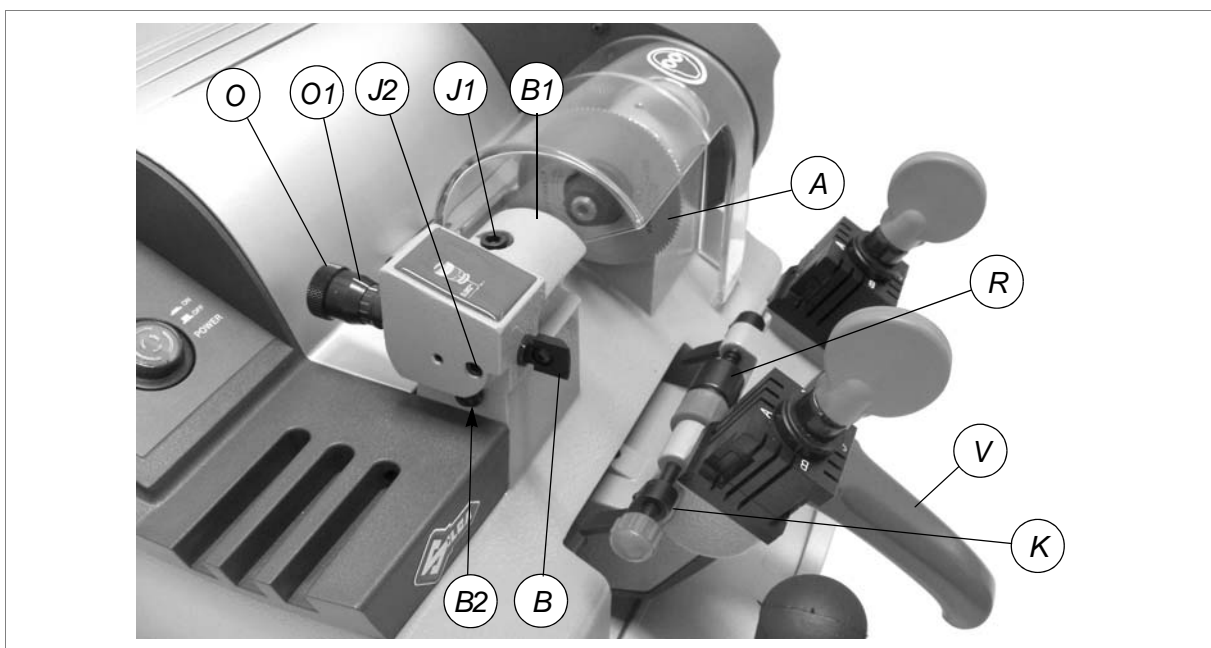

Fig. 14
- 3) desenganchar el carro bajando el asa (V) y presionando completamente el botón (Q) (fig. 14, pág. 15).
- a) afloje el tornillo que sujeta el palpador (J2) (fig. 14, pág. 15).
- b) gire el botón (O) en sentido horario para hacer avanzar el palpador.
- c) gire el botón (O) en el sentido opuesto para hacerlo retroceder (cada muesca del tambor graduado corresponde a una variación de 0.002").
- a) mantenga firme con una mano la parte moleteada del botón (O).
- 1) apague el interruptor general (C) para efectuar la operación con toda seguridad e imposibilitar la puesta en movimiento de la fresa.
- 2) coloque las llaves de ajuste en las mordazas (fig.14), con el entalle a V dirigido hacia fresa y palpador y actúe como se explica a continuación:
- a) asegúrese de que la caras de apoyo se adhieren a las mordazas y de que los calibres (K) están perfectamente en contacto con los topes.
- b) para poner los calibres en contacto con las llaves, gire el tambur (R) hacia Ud. mismo (al revés para ponerlos en posición de reposo).
- 3) desenganchar el carro bajando el asa (V) y presionando completamente el botón (Q) (fig.14).
- 4) ponga las llaves de ajuste con el entalle en V en contacto con la fresa (A) y el palpador (B).
- a) afloje el tornillo (J1) para mover el palpador (fig.14).
- 8) baje el carro mediante la manilla (V) (el enganche será automático).